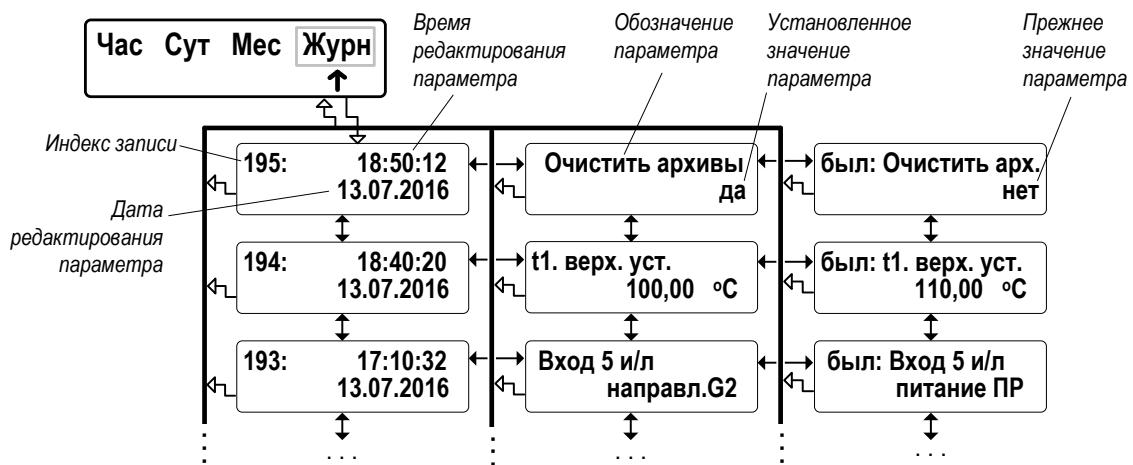

Рис.20. Вид окон индикации «Журнала»
7.3.1. В тепловычислите для регистрации редактирования установочных параметров предусмотрен нестираемый журнал (меню **APX / Журн**) на 1700 записей. Структура **Журнала** и вид окон индикации показаны на рис.20.